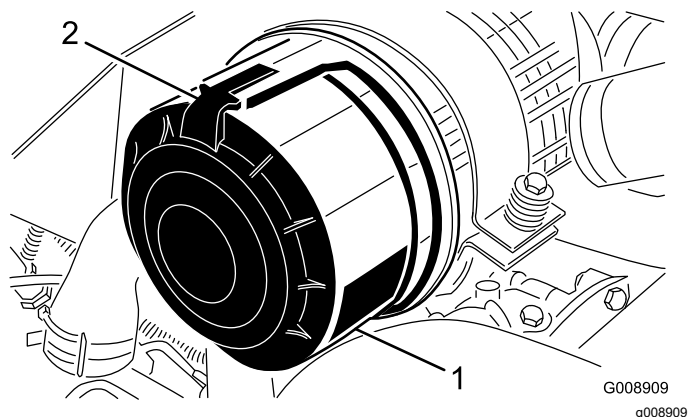

Figura 90
1. Abra los enganches que fijan la tapa del limpiador de aire a la carcasa del limpiador de aire (Figura 90).